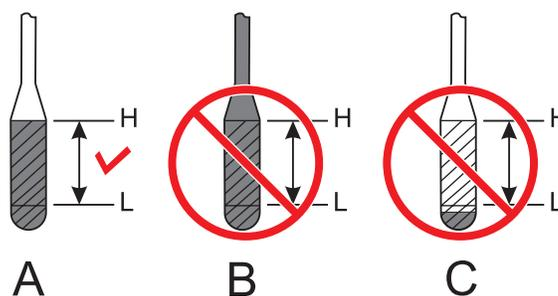

Figure 76. Jauge Niveau d'huile moteur
3. Réinsérez la jauge, puis retirez-la de son support. Vérifiez le niveau d'huile indiqué sur la jauge (Figure 76).